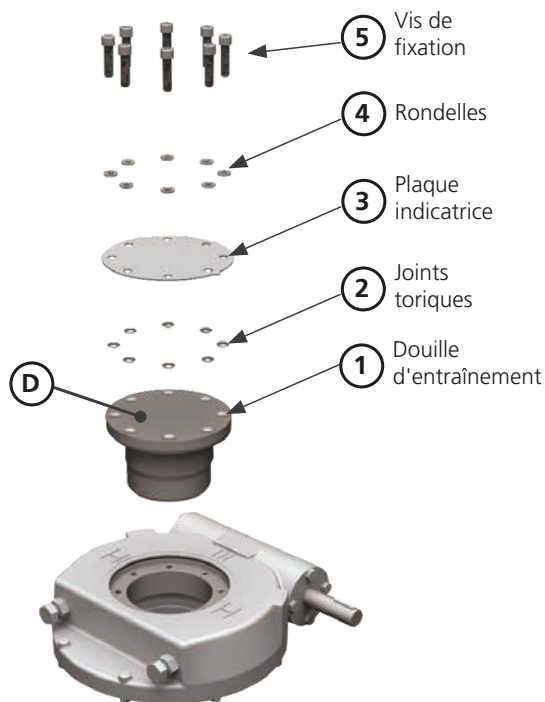

Figure 1 – Assemblage de la douille d'entraînement
Tous les réducteurs, hormis l'IW12 au IW16 et le HOW13, ont une douille d'entraînement amovible (voir élément 1, figure 1). Sauf demande spéciale au moment de la commande, la douille d'entraînement est fournie brute et doit être usinée pour s'adapter à la tige de la vanne.
La figure 1 montre l'assemblage de la douille d'entraînement dans le réducteur. Voir la figure 2 pour le retrait de la douille d'entraînement sans endommager les surfaces d'étanchéité.
En vous référant aux numéros de la figure 1, la douille d'entraînement peut être facilement retirée de la partie supérieure du réducteur en enlevant d'abord les vis de fixation (5). Les vis sont crantées sous leur tête ou équipées de rondelles dentelées (4). Retirez ensuite la plaque indicatrice (3).
En vous référant à la figure 1, les joints toriques (2) sont utilisés pour sceller la plaque indicatrice, la douille d'entraînement et les vis de fixation. Lors de l'installation finale sur la vanne, les vis (5) doivent être serrées avec le bon couple indiqué sur le dessous de l'étiquette située sur la plaque indicatrice.
Avant le remontage, nettoyez et dégraissez la partie supérieure de la douille d'entraînement, le dessous de la plaque indicatrice et les vis à tête creuse. Prenez note du couple de serrage requis pour les vis de la douille d'entraînement qui est indiqué sur l'étiquette située sur le dessous de la plaque indicatrice. Insérez les vis et les rondelles dans les trous de la plaque indicatrice, comme indiqué sur la figure 1.
Comme détaillé sur les figures 1 et 2, il est recommandé d'appliquer un produit d'étanchéité silicone sur la surface D pour sceller la plaque indicatrice à la douille d'entraînement, en prenant soin de ne pas appliquer le silicone au niveau des joints toriques (2) ou des surfaces d'étanchéité avec les joints toriques. Pour les produits d'étanchéité à utiliser, voir tableau 4 à la page 16.